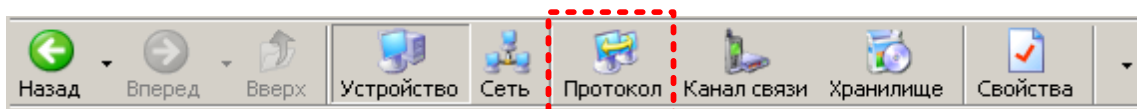

Рисунок 25 – Кнопка «Протокол» на панели инструментов
5.2.7 Нажать на панели инструментов кнопку «Протокол» (или через меню «Справочник → Протокол обмена»), (см. Рисунок 25). В результате откроется окно «Справочник».